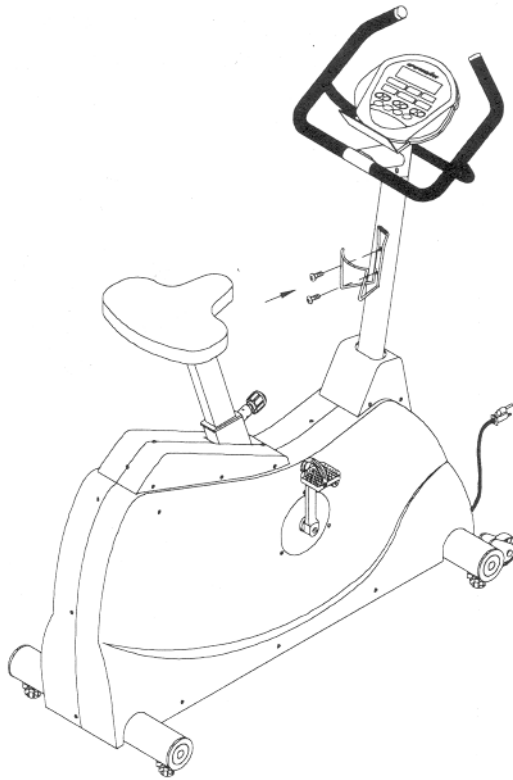

Fig.6
8. Monteer de drinkfles houder met de overgebleven twee schroeven (zie fig. 6)